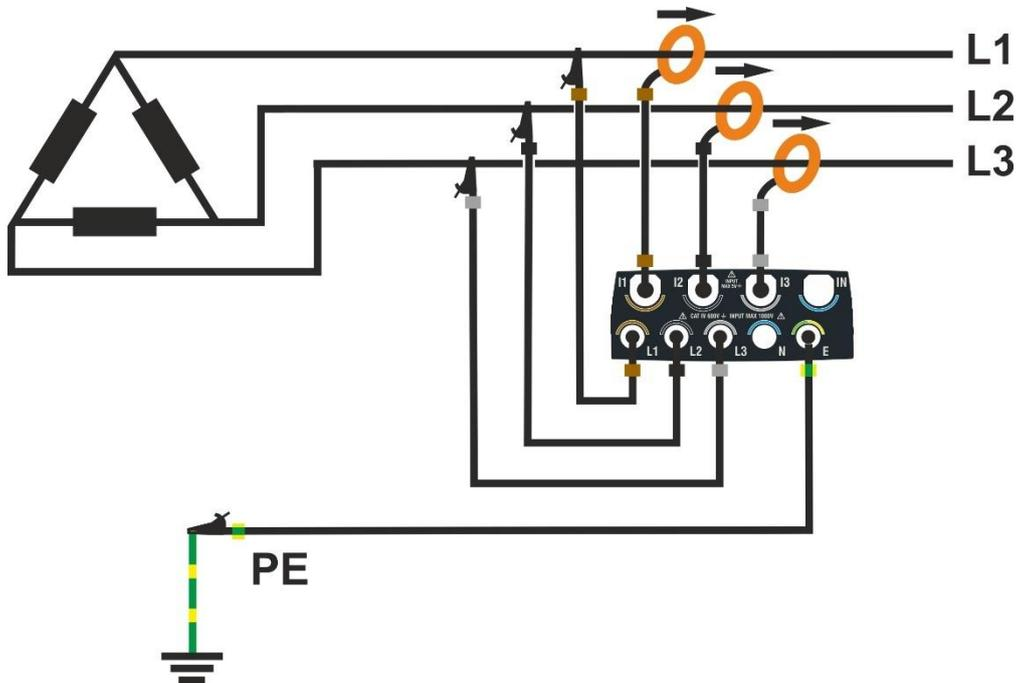

Fig. 66: Collegamento dello strumento in un sistema Trifase 3 fili
2. Collegare i cavi di tensione sui conduttori di L1, L2, L3 e PE come mostrato in Fig. 66. **Verificare a display l’ indicazione “1-2-3” relativa al corretto senso ciclico delle fasi** (vedere § 5.1.1)